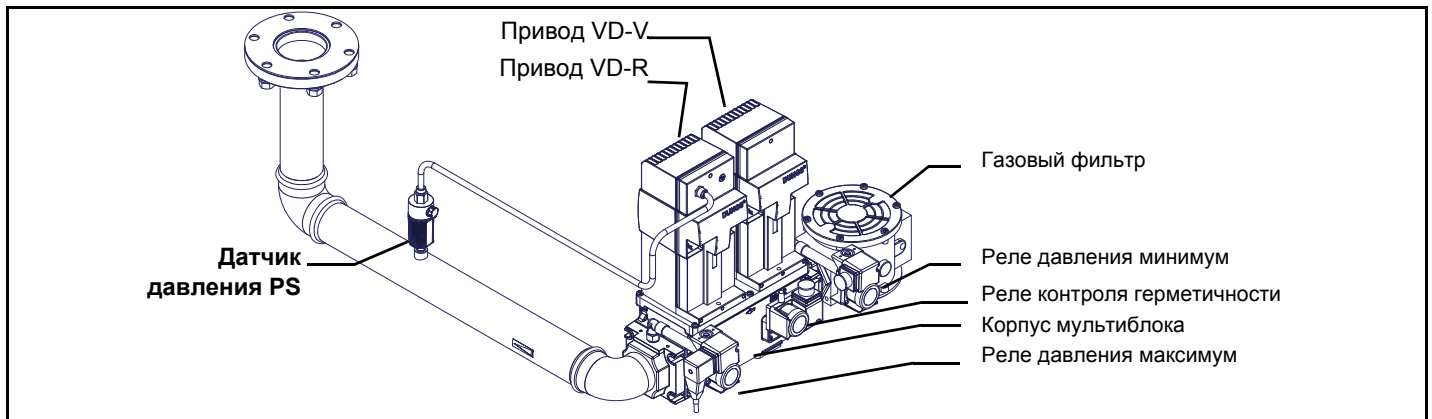

Рис. 5 - Пример газовой рампы
ВНИМАНИЕ: после монтажа газовой рампy согласно схеме на Рис. 5, необходимо провести тестирование на герметичность газового контура, согласно требований действующих нормативов.
- 1 - б) при фланцевых соединениях: между соседними компонентами устанавливать прокладку (1А..1Е - Рис. 5), совместимую с используемым газом,
ВНИМАНИЕ: после монтажа газовой рампы согласно схеме на Рис. 5, необходимо провести тестирование на герметичность газового контура, согласно требований действующих нормативов.